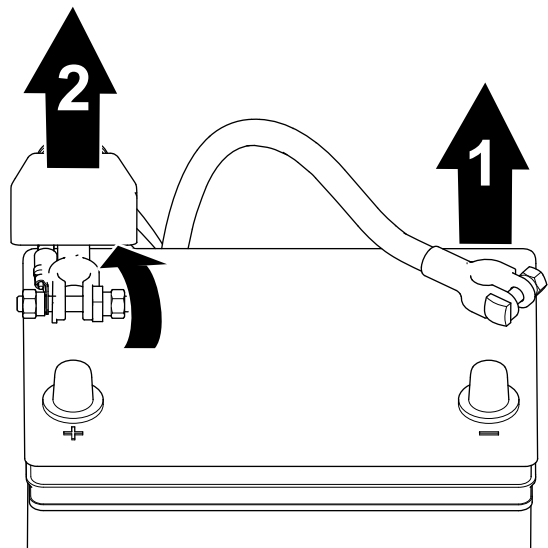

Figura 87
1. Retire el cable negativo del borne de la batería (Figura 87).
2. Levante el aislante y retire el cable positivo del borne de la batería (Figura 87).